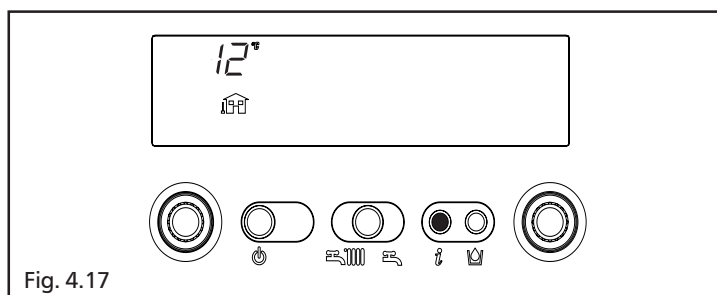

Fig. 4.17
**Info 1** solo con sonda esterna collegata, visualizza la temperatura esterna (esempio 12 °C) (fig. 4.17). I valori visualizzati dal display sono compresi tra - 40 °C e 40 °C. Oltre questi valori il display visualizza " \_ - "